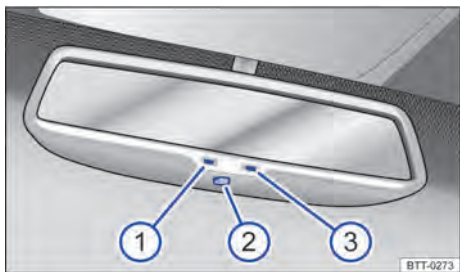

Fig. 76 No para-brisa: espelho retrovisor interno com antiofuscante automático.
Legenda para → Fig. 76:
- ① Luz de controle.
- ② Interruptor.
- ③ Sensor para reconhecer a incidência de luz por trás.
O antiofuscamento automático pode ser ligado e desligado com o interruptor no espelho retrovisor interno → Fig. 76 ②. Com o antiofuscamento automático ligado, a luz de controle → Fig. 76 ① se acende.
- Um sensor no lado que indica para o interior do veículo, que mede a incidência de luz por trás → Fig. 76 ③.